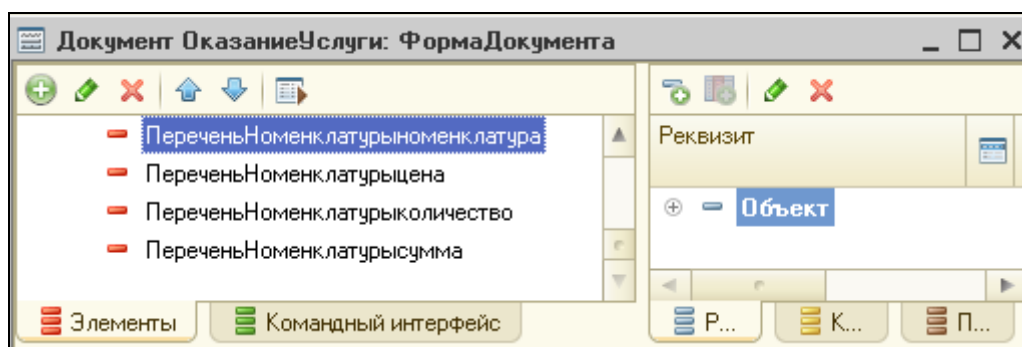

Рисунок 3.18 Форма документа ОказаниеУслуги
3. Открыть форму документа **ОказаниеУслуги**. Дважды щелкнуть по элементу формы **ПереченьНоменклатурыНоменклатура** (рис.3.18)